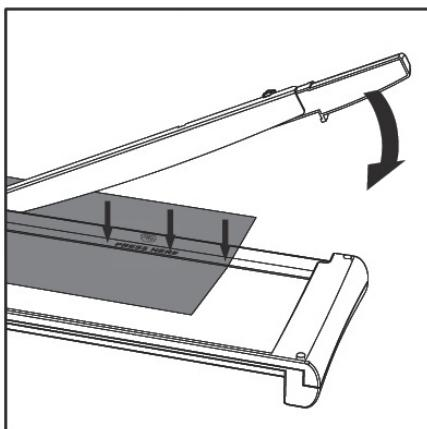

Fig. 2
- Eleve el mango de la cortadora de guillotina. Coloque el material que se desea cortar en la posición seleccionada por debajo del dispositivo protector de seguridad y presione el dispositivo protector de seguridad con una mano mientras se corta. Presione hacia abajo el mango corredizo empleando la otra mano para cortar. (ver Fig. 2)